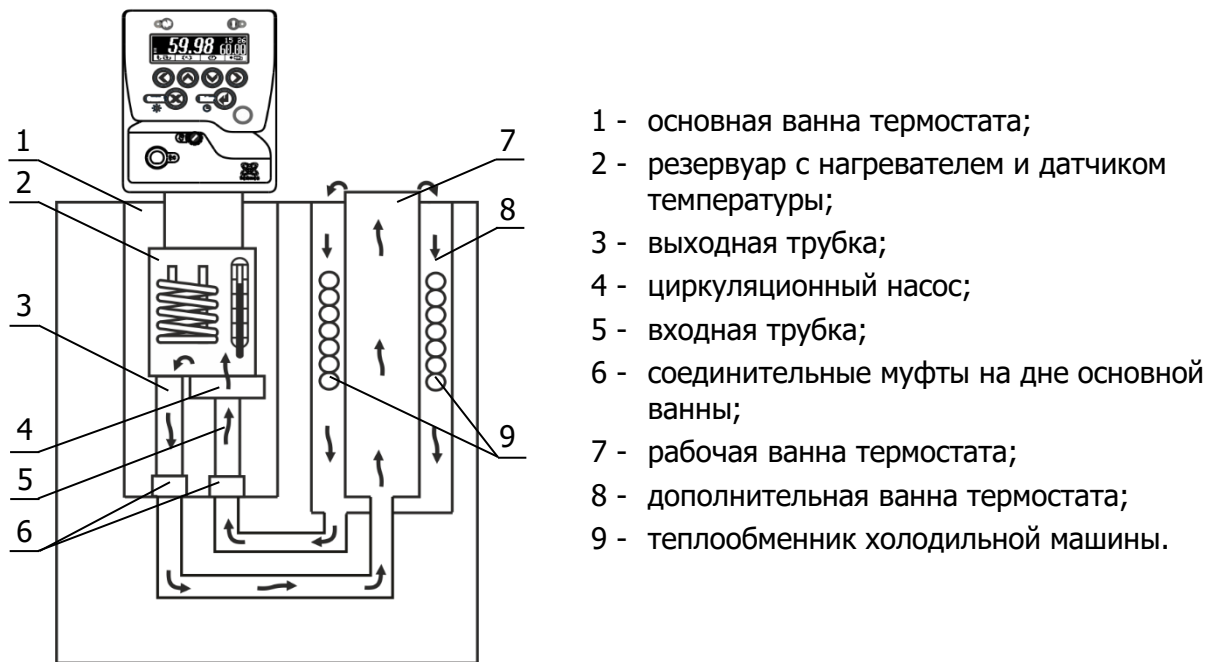
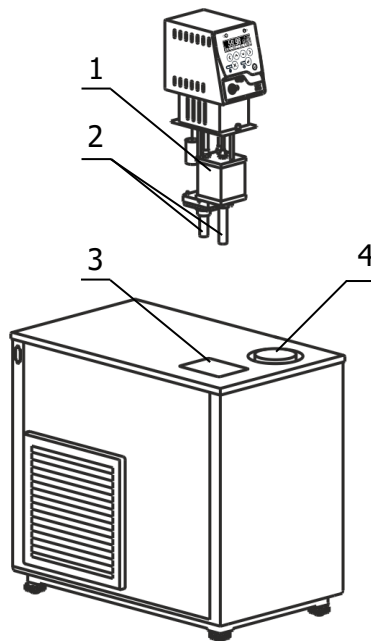

Рисунок 3 — Устройство термостата
Рисунок 4 — Установка блока регулирования
1.4.9 Циркуляционный насос 4 блока регулирования температуры (рисунок 3), через входную трубку 5 забирает теплоноситель из дополнительной ванны 8 и нагнетает его в резервуар 2 с нагревателем и датчиком температуры. В резервуаре температура теплоносителя регулируется и далее, через выходную трубку 3, теплоноситель поступает в рабочую ванну 7, а из нее, переливом через верхний край ванны, поступает в дополнительную ванну 8, где происходит охлаждение теплоносителя при помощи теплообменника холодильной машины 9.
2.2.3 Вставить входную и выходную трубки 2 (если они не были установлены предприятием-изготовителем) во входной и выходной патрубки блока регулирования и зафиксировать их винтами (рисунок 4). Выходную трубку следует вставлять в резервуар 1 косым срезом до упора.
2.2.4 Установить блок регулирования в отверстие 3, при этом входная и выходная трубки 2 (рисунок 4) должны войти в соединительные муфты 6 (рисунок 3) на дне основной ванны. После установки закрепить блок регулирования на ванне винтовыми фиксаторами.
2.2.6 Заполнить ванну термостата теплоносителем через отверстие над рабочей ванной 4 (рисунок 4). Перелив теплоносителя из рабочей ванны в дополнительную и основную ванны займет некоторое время. Заполнять ванны следует до момента начала слива теплоносителя из переливного штуцера 7. Температурный диапазон применения теплоносителя должен соответствовать значениям, указанным в 1.2.6.
Причина отсутствия перелива — неправильная работа насоса, вызванная воздушной пробкой, образовавшейся в резервуаре 1 (рисунок 4). Для ее устранения необходимо: